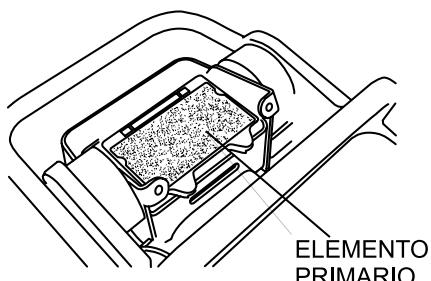

Figura 13. Elemento primario del limpiador de aceite
- Quite la tapa del limpiador de aire. Afloje y retire los 2 tornillos que sostienen la tapa en el ensamblaje del limpiador de aire. Si el elemento primario (Figura 13) está sucio, lávelo con gasolina o querosén. Luego sumerja el elemento en aceite de motor (SAE10W-30) y escúrralo de manera tal que entre 25 y 30 cc de aceite permanezcan en el elemento.